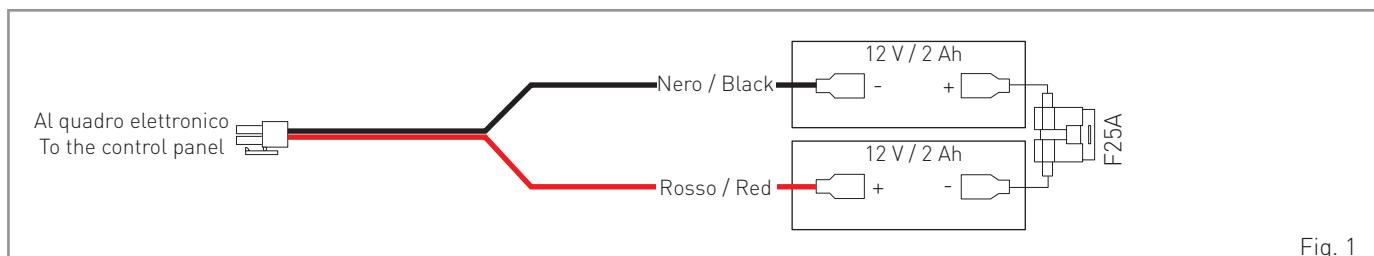

Fig. 1
- effettuare i collegamenti elettrici come indicato in fig. 1.
- effectuer les raccordements électriques en suivant les indications de la fig. 1.
- realice las conexiones eléctricas como indica la fig. 1.
- make the electrical connections, as shown in fig. 1.
- Stellen Sie die elektrischen Anschlüsse gemäß den Angaben in Abb. 1 her.
- efectuar as ligações eléctricas conforme indicado na fig. 1.